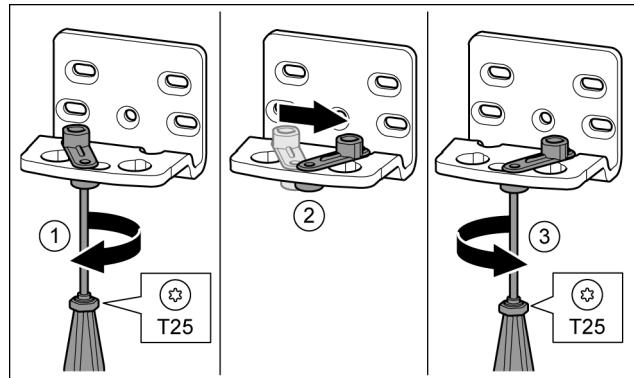

Fig. 17
- ▶ Odvijačem T25 labavo zavijte vijak. Fig. 17 (1)
- ▶ Podignite pomagalo za zatvaranje vrata i okrenite ga za 90° udesno u provrt. Fig. 17 (2)
- ▶ Odvijačem T25 čvrsto pritegnite vijak. Fig. 17 (3)